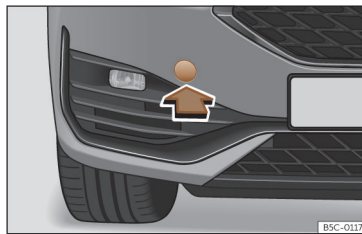

Fig. 206 No lado direito do para-choques dianteiro: retirar a tampa.
O alojamento para a argola de reboque enroscável encontra-se na parte direita do para-choques dianteiro, atrás de uma tampa >>> **Fig. 206**.
- Retire a tampa fazendo pressão na zona inferior da mesma e deixe-a pendurada no veículo >>> **Fig. 206**.